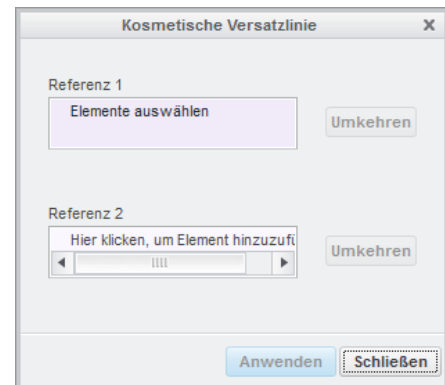

Abb. 3 Auswahlfenster zu den Explosionsversatzlinien
- ▶  kosmetische Versatzlinie (Abb. 3)